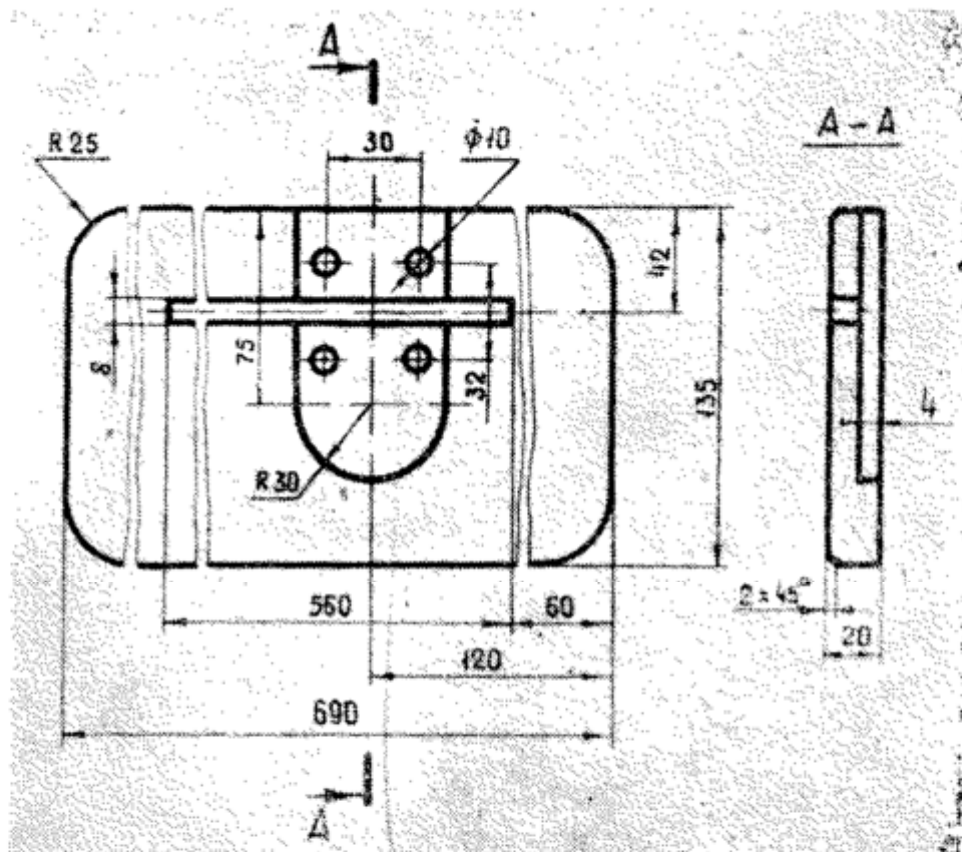

Рис. 11. Планка закладная
2.6.1. Чертежи быстрознашиваемых деталей (см. рис. 11, 12, 13, 14, 15, 16, 17, 18, 19, 20, 21).